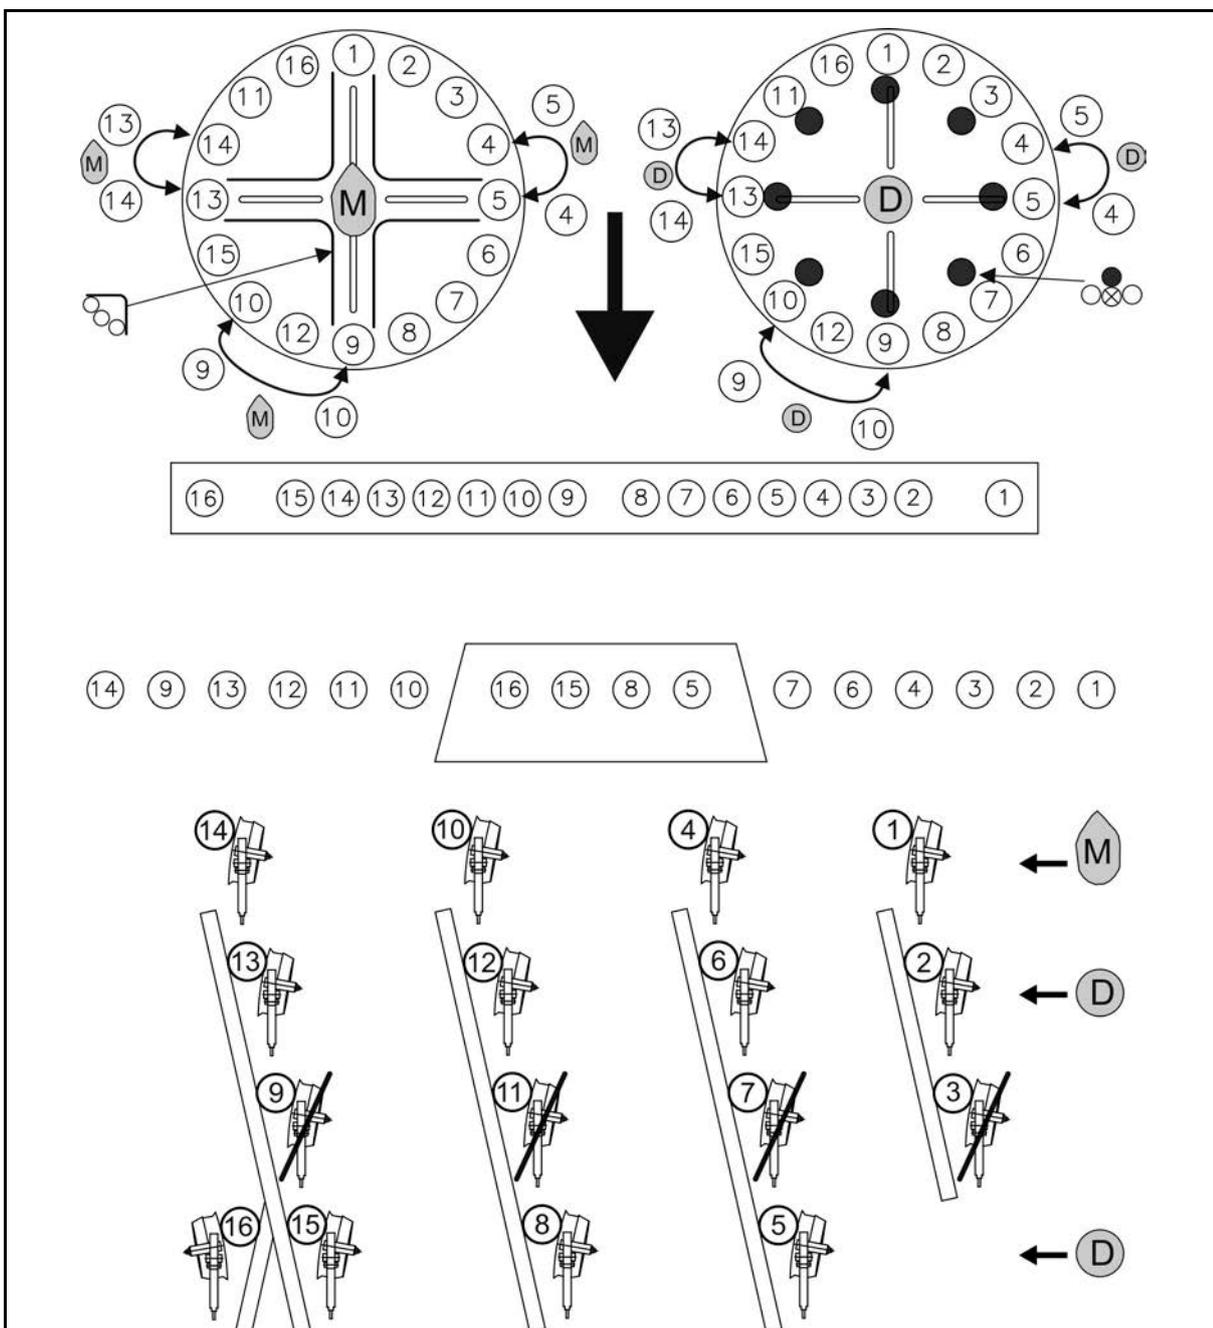

Fig. 38
- Maïs **M** : Monter la tôle de fermeture conformément à Fig. 38.
- Engrais **D** : monter les bouchons de fermeture conformément à Fig. 38.
- Maïs **M**: Monter la tôle de fermeture conformément à Fig. 38.
- Engrais **D**: monter les bouchons de fermeture conformément à Fig. 38.